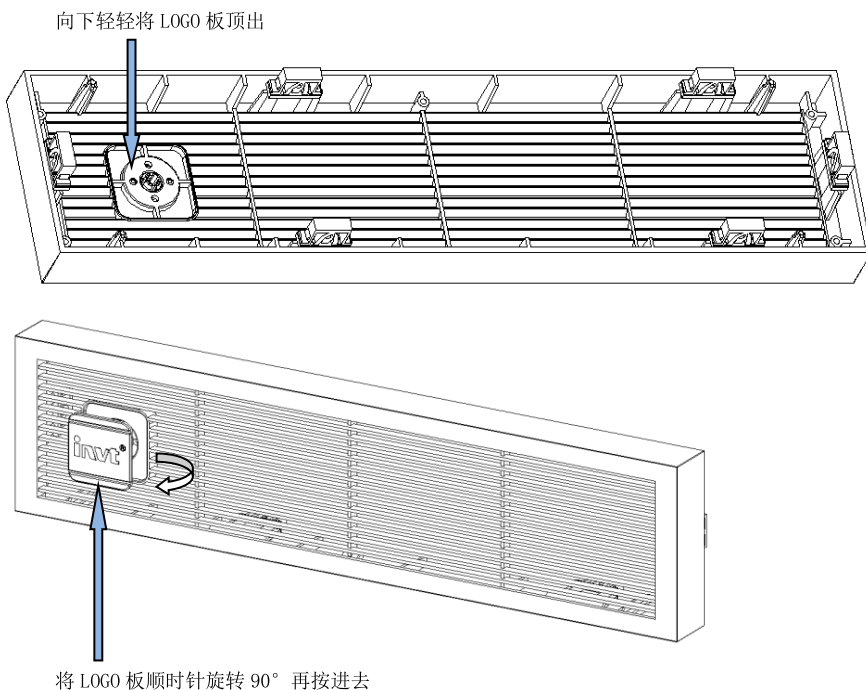

图 5-5 旋转 LOGO 完成示意图
3. 将左边塑胶面板上的 LOGO 板轻轻顶出，顺时针旋转 90 度然后按回原位，如图 5-5 所示。